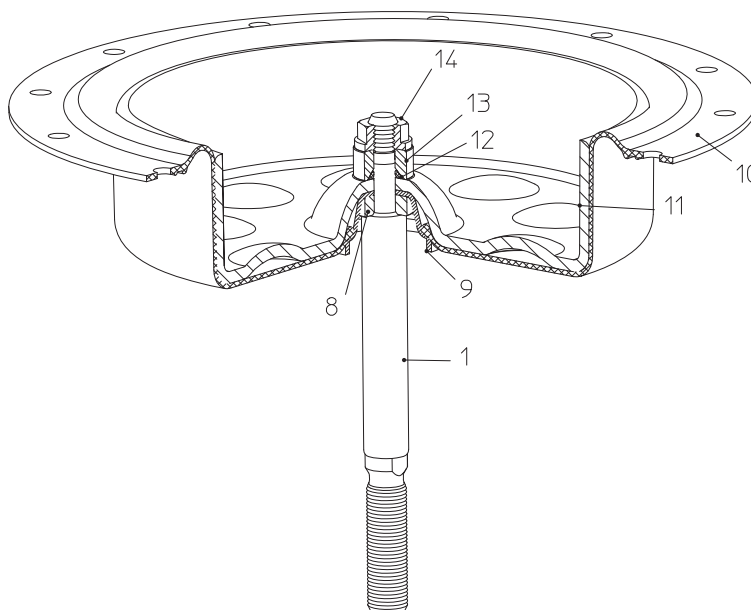
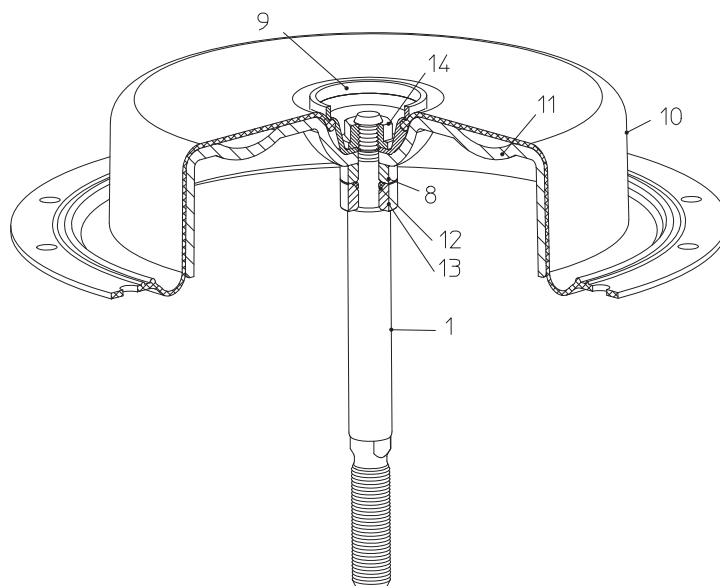
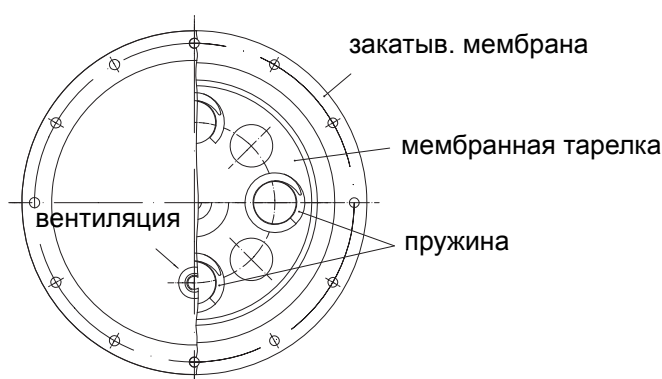

Рис. 21: „шпиндель привода выдвигается за счет силы пружины“
Рис. 22: „шпindelь привода втягивается за счет силы пружины“
Рис. 23
- При установке узла в привод с принципом действия “шпindelь привода выдвигается за счет силы пружины” выпуклость мембранной тарелки (11) должна располагаться на одной линии с отверстием в закатывающейся мембране (10) и находиться точно над воздушным патрубком в днище мембраны (7) (Рис. 21 и Рис. 23).
- При установке узла в привод с принципом действия “шпindelь привода втягивается за счет силы пружины” выпуклость мембранной тарелки (11) должна располагаться на одной линии с отверстием в закатывающейся мембране (10) и находиться точно над воздушным патрубком в кожухе мембраны (18) (Рис. 22 и Рис. 23).
- Установите пружины (15) в центрирующие элементы мембранной тарелки (11).
- Следите за правильной посадкой пружин! (см. Рис. 23!)
- Уложите кожух мембраны (18) на пружины (15) и закрепите винтами. (момент затяжки см. п. 8.1)
- Установите мембранную тарелку (11) и закатывающуюся мембрану (10) в кожух мембраны (18).
- Насадите днище мембраны (7) вместе с направляющей (3) на шпindelь (1) и закрепите винтами. (момент затяжки см. п. 8.1)